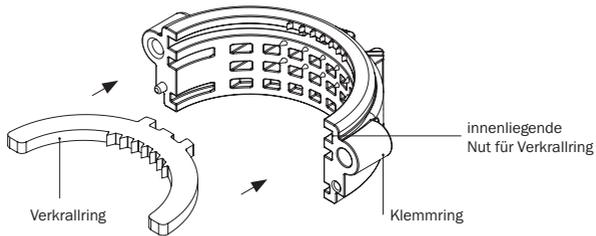

Abbildung 25.4: Verkrallring, 2-teiliger Klemmring
- Jeweils einen Teil des Verkrallrings in die dafür vorgesehene innenliegende Nut des 2-teiligen Klemmrings einlegen (2x) (s. Abbildung 25.4).